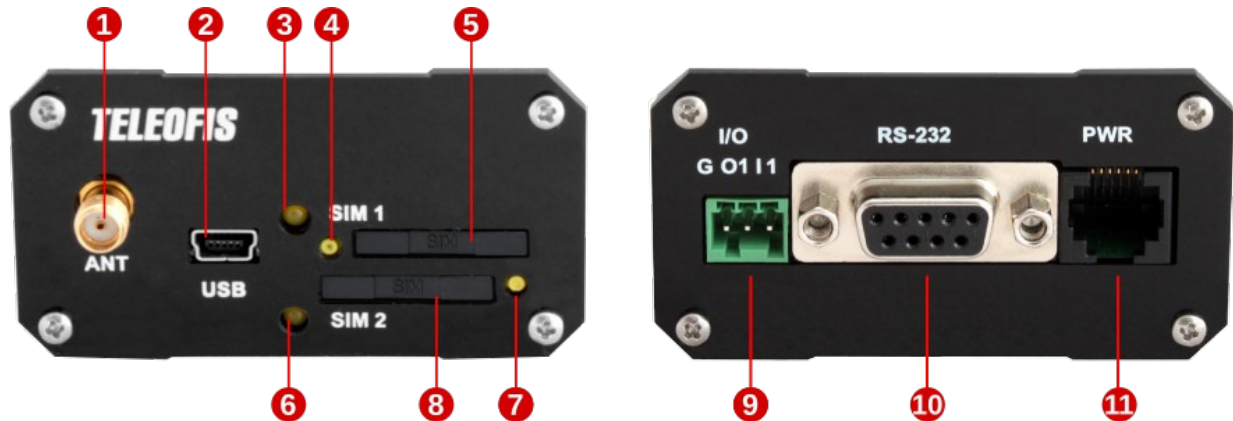

Рис. 2. Внешний вид модема RX300-R4.
Конструктивно прибор выполнен в компактном металлическом корпусе с классом защиты корпуса IP30. Описание кнопок и разъемов на корпусе устройства представлено на Рис. 2. и в Таблице 2.
1. Установите в модем SIM-карту, предварительно отключив PIN-код. Для извлечения лотка SIM-карты нажмите тонким острым предметом на желтую кнопку извлечения рядом с отсеком для SIM-карты (см. Рис. 2).